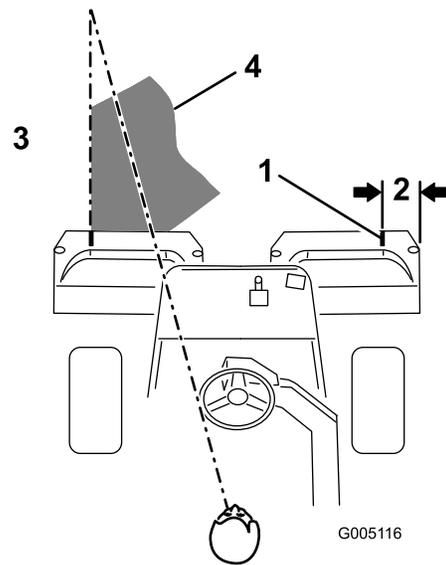

図 22
**注** グリーン内をぶれずにきれいに直進し、刈り込みの済んだ列との距離を一定に保って走るためには、車体前方 1.8 から 3 m のところに視線を置いて、刈り込み済みの済んでいる列にラインを合わせるようにするのがコツです **図 22**。ハンドルを目印にして距離を合わせても良いでしょう。その場合、ハンドルの縁と本機前方の目標ラインとを重ねて見ながら運転します。